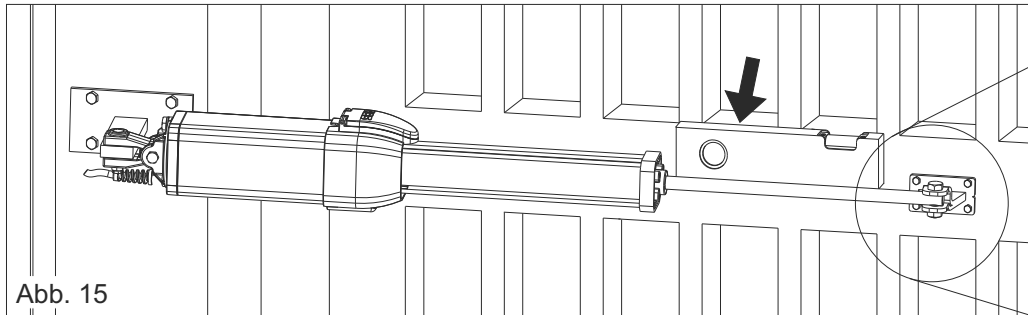

Abb. 15
Entsprechend dem ausgewählten Öffnungstyp (nach Aussen oder nach Innen) und je nach ausgewählter Rotation des Flügels (siehe Seite 66-67), muss der Bügel zuerst entsprechend der Quote "a" auf Seite 66-67 geschnitten und danach, wie in Abb. 14 festgeschweisst werden. Die Stütze muss so positioniert werden, dass sich der Antrieb in horizontaler Position befindet. (Abb.14, Abb.15)
- 4) Den Antrieb horizontal platzieren und die Position der Vorderbefestigung markieren (Abb. 15).